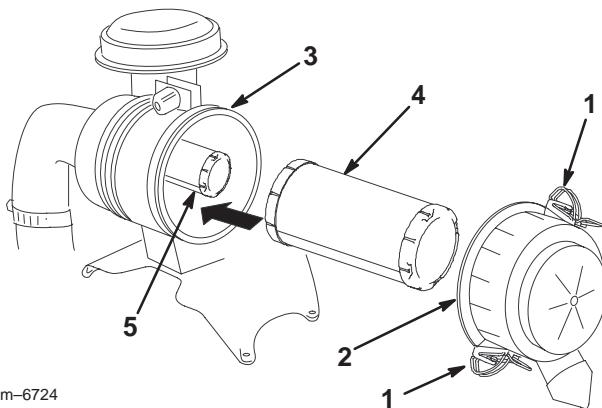

Figure 34
- Ouvrez les fixations du filtre et ôtez le couvercle du corps du filtre (Fig. 34).
- Sortez l'élément primaire du corps du filtre avec précaution (Fig. 34). Évitez de cogner l'élément à l'intérieur du corps.
2. Si vous remplacez l'élément de sécurité, insérez-le avec précaution dans le corps du filtre (Fig. 34).
3. Installez ensuite l'élément primaire sur l'élément de sécurité avec les mêmes précautions (Fig. 34). Assurez-vous qu'il est bien engagé en appuyant sur le rebord extérieur de l'élément quand vous l'installez.
4. Reposez le couvercle, le côté portant l'inscription **UP** étant tourné vers le haut, et verrouillez les fixations (Fig. 34).